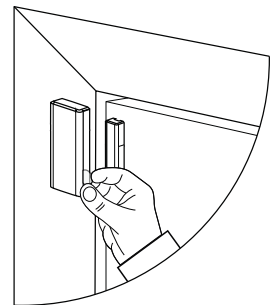

Figura 8: La lengüeta de instalación
1. Apriete la pestaña de registro para encender el dispositivo. Ver Figura 8.